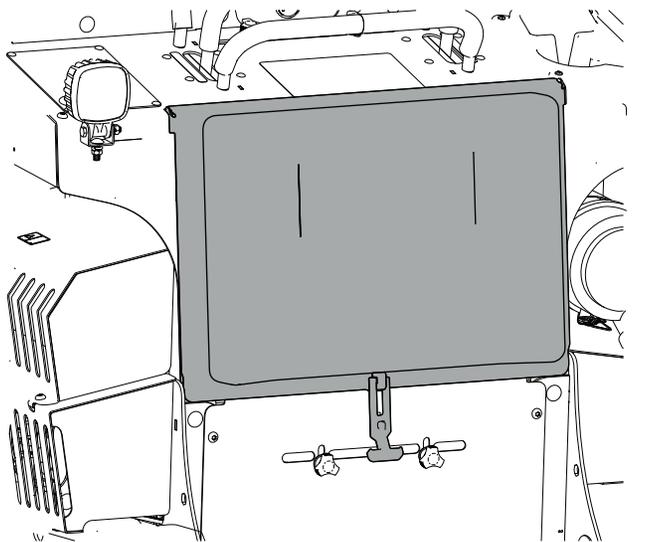

Figure 41
1. Déposez le coussin de la plate-forme de l'utilisateur (Figure 41).